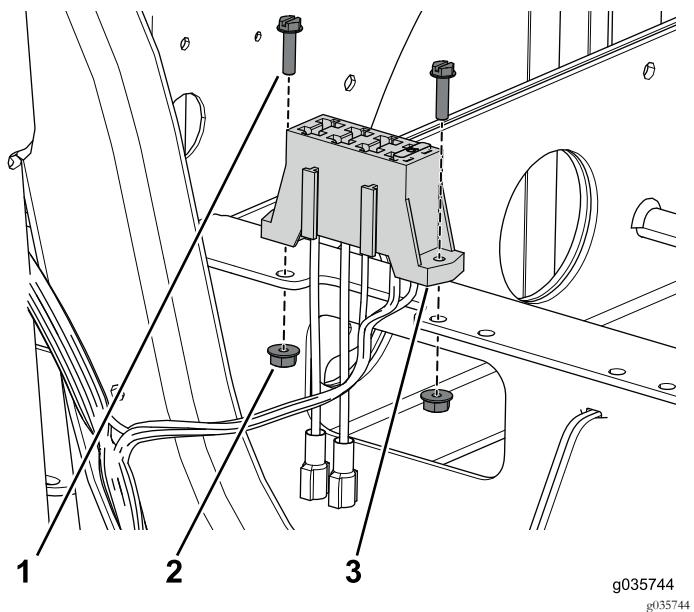

Figura 84
- Utilize os dois parafusos e porcas que prendem o bloco dos fusíveis ao tabuleiro da bateria dianteiro (Figura 84).